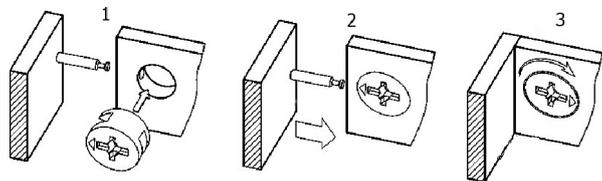
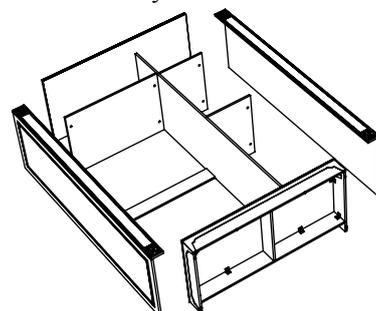

Рис. 4 - Соединение эксцентриковой стяжкой.
Рис. 6 - Схема сборки каркаса.
**2.1** Сначала соберите среднюю часть каркаса - перегородка (5), щиты горизонтальные (6,7), брусок жесткости (9) - при помощи шкантов и эксцентриковых стяжек, завернув эксцентрики (Рис.4, Рис.6).